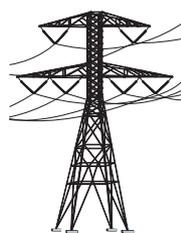

fig. 1
La macchina, inoltre, ha sullo schienale un morsetto contrassegnato con il simbolo (vedi fig. 1) che serve per il collegamento equipotenziale tra diversi apparecchi. Nell'apposita targhetta matricola è riportato il valore della potenza massima espressa in watt (W) e in ampere (A), per il dimensionamento linea, cavo ed interruttori.